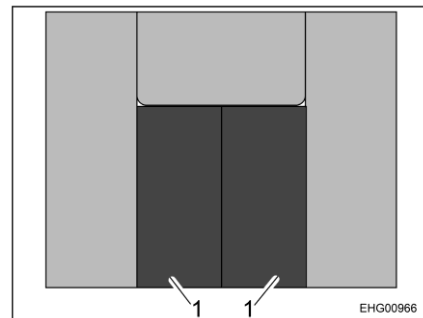

Bild 67 Polsterplan
- Rückenpolster (Bild 67,1) gemäß Polsterplan (Bild 67) verlegen. Wenn die Sitzpolster zuvor abgenommen wurden, Sitzpolster wieder auflegen.